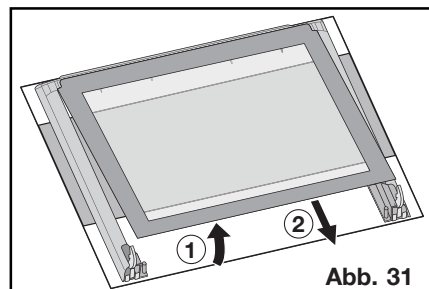

Abb. 31
10. Wiederholen Sie den unter 9. beschriebenen Vorgang für die mittlere Glasscheibe mit Verkleidungsrahmen an ihren 4 Seiten (siehe Abb. 31).